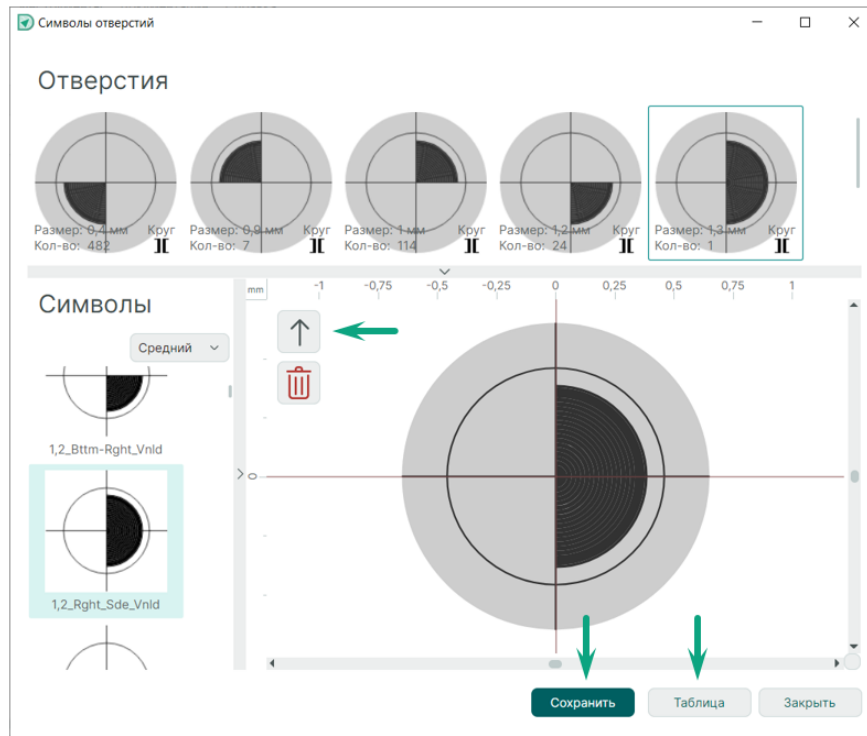

Рис. 52 Назначение и сохранение выбранного отверстия
- Нажмите кнопку «Назначить», см. Рис. 52.
- После назначения символов отверстиям проекта нажмите кнопку «Сохранить», затем кнопку «Таблица», Рис. 52.